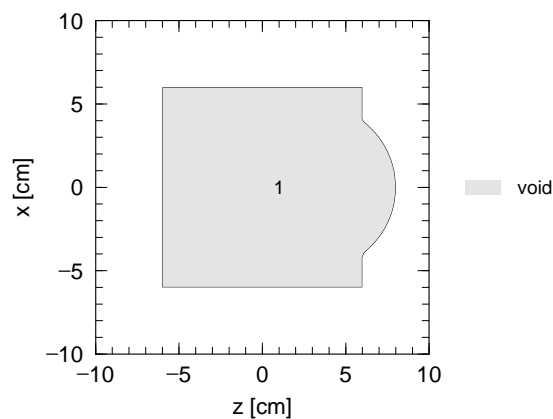

図 12: 例題 (3) の空間を  $xz$  平面で切り取った断面図。セル番号 1 の領域はボイド (真空)。
2行目の ( ) で囲んだ部分が例題 (2) のセル番号 1 の領域に相当しており、これと例題 (1) の球面の内側を合わせた領域がこの例題ではセル番号 1 として定義されています。図 12 に示したのが例題 (3) の領域を  $xz$  平面で切った断面図です。本来は立方体から球の一部が飛び出た形状をもつ立体ですが、2次元平面では図のようになっています。本例題の様に、領域を足し合わせる場合に使用する演算子が : です。